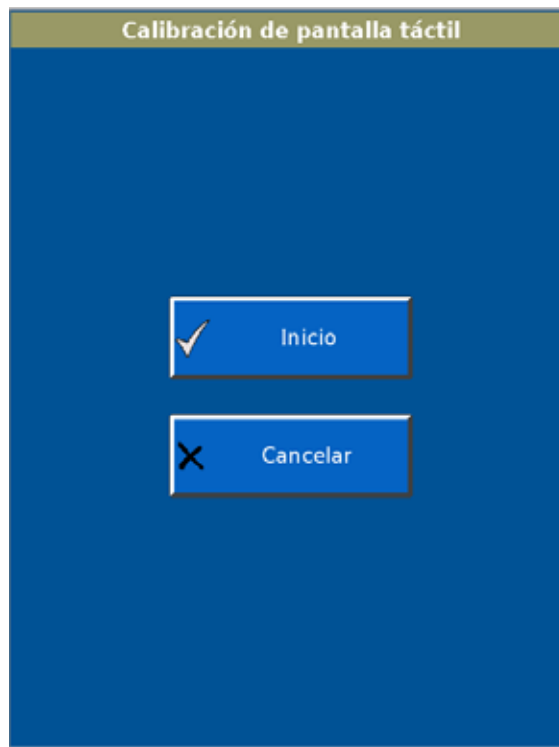

Figura F-12: pantalla Calibrar pantalla táctil
1. En el **Menú Diagnóstico**, seleccione **Calibración de pantalla táctil**. Se visualiza la pantalla **Calibración de pantalla táctil** (Figura F-12).